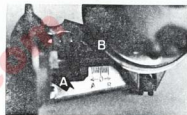

Fig. 88.
Una rueda dentada (A) (fig. 88) es la que se acciona hacia un lado u otro, para determinar el avance que corresponde al octanaje de la gasolina.
El arillo metálico (B) (fig. 88) situado en la garganta de la rueda dentada, es el que se ha de hacer coincidir con la marca correspondiente de la escala graduada.
El ajuste normal corresponde al arillo (B) (fig. 88), coincidiendo con la marca central (0) de la escala graduada.